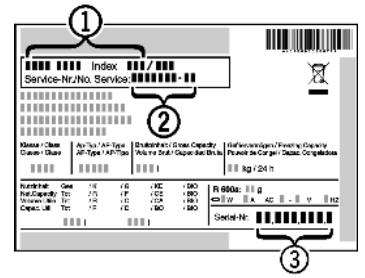

Fig. 56
- ▶ Назва пристрою *Fig. 56 (1)*, сервісний номер *Fig. 56 (2)* та серійний номер *Fig. 56 (3)* вказані на заводській табличці. Заводська табличка знаходиться всередині пристрою, зліва.